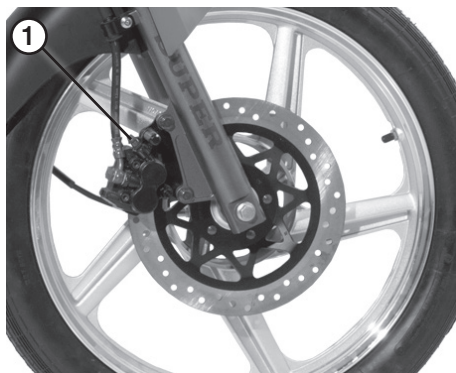

Рис. 12 Дисковый тормоз переднего колеса
- снимите колпачок с клапана выпуска воздуха (рис.12 поз.1); на штуцер клапана наденьте резиновую трубку, другой конец которой погрузите в емкость с небольшим количеством тормозной жидкости